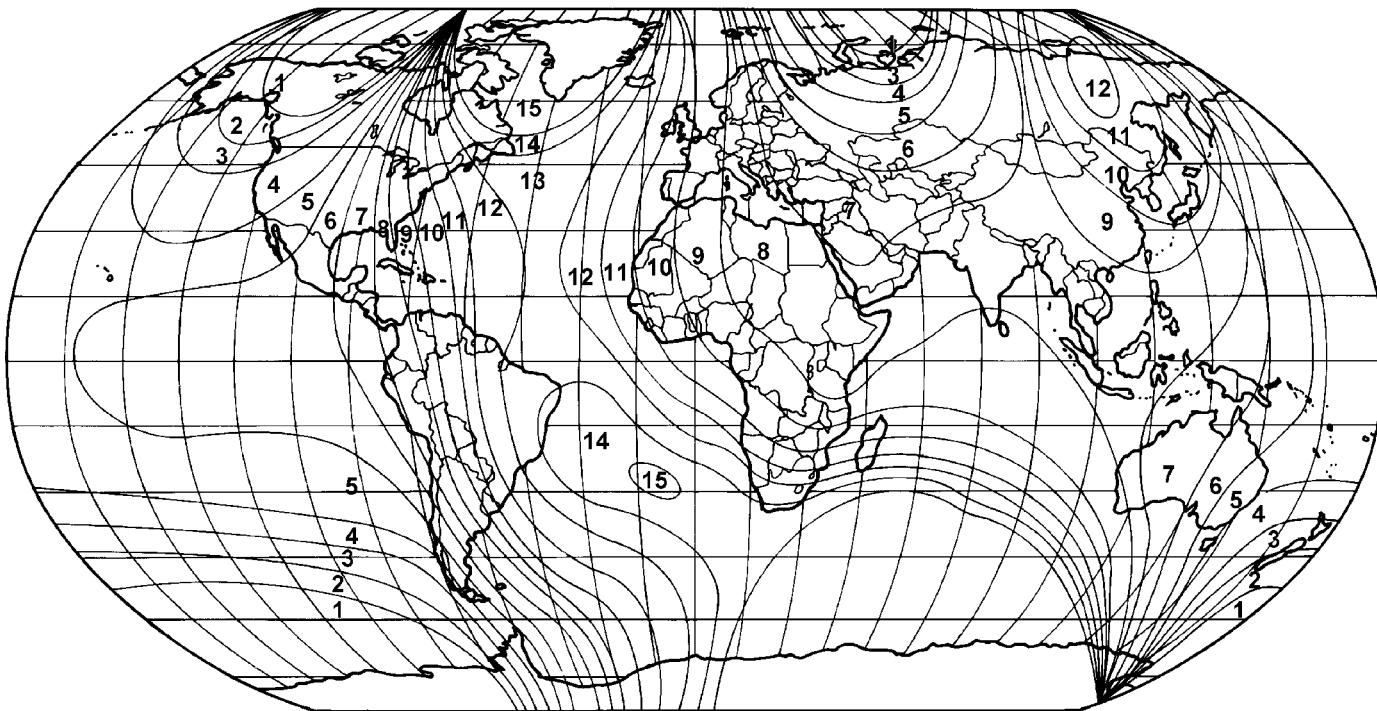

Fig. 1 Ajustes de variación
(1) Con un mapa de ajustes de variación, busque su situación geográfica y anote el número de zona (Fig. 1).
(2) Gire el interruptor de encendido a la posición ON. Si no se visualiza la opción brújula/temperatura, pulse y suelte por un instante el botón STEP para avanzar a través de las opciones de visualización hasta llegar al visor de brújula/temperatura.
(3) Pulse los dos botones, U.S./METRIC y STEP. Manténgalos pulsados hasta que se visualice "VAR". Esto lleva alrededor de cinco segundos.
(4) Suelte ambos botones. El número de zona aparecerá en el módulo de visor.
(5) Pulse y suelte el botón U.S./METRIC para que avancen los números de zona hasta que aparezca en el visor el número correspondiente a su zona.
(6) Pulse el botón STEP para introducir este número de zona en la memoria de la unidad de brújula.
(7) Confirme que la brújula indique las direcciones correctas.